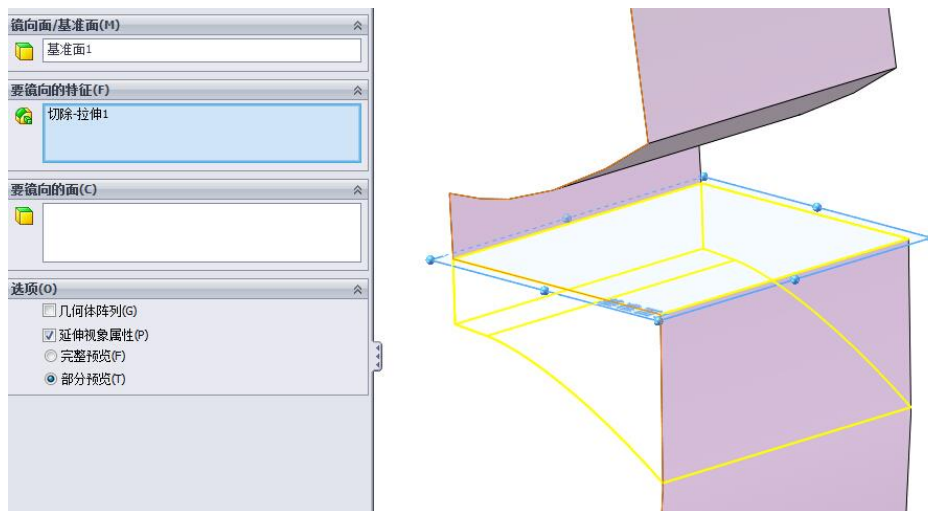

图 3-48 镜向
(3) 单击“镜向”选项，选择上一步所绘制的基准面为“镜像面”，并在“要镜向的特征”框中选择“拉伸-切除 1”，如图 3-48 所示。